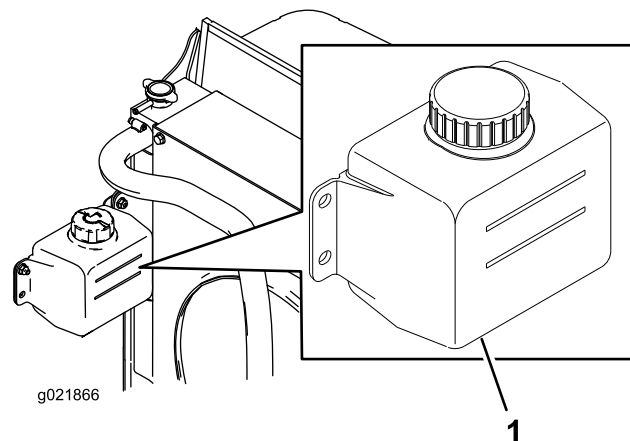

Figure 92
1. Vérifiez le niveau de liquide de refroidissement dans le réservoir (Figure 92).